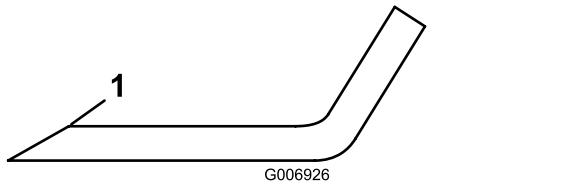

Figure 68
- Examinez les tranchants de toutes les lames. Affûtez-les s'ils sont émoussés ou ébréchés. N'affûtez que le haut du tranchant et conservez l'angle de coupe d'origine pour obtenir une coupe nette (Figure 68).
- Si elle est émoussée ou ébréchée, n'affûtez que le haut du tranchant et conservez l'angle de coupe d'origine (Figure 68).